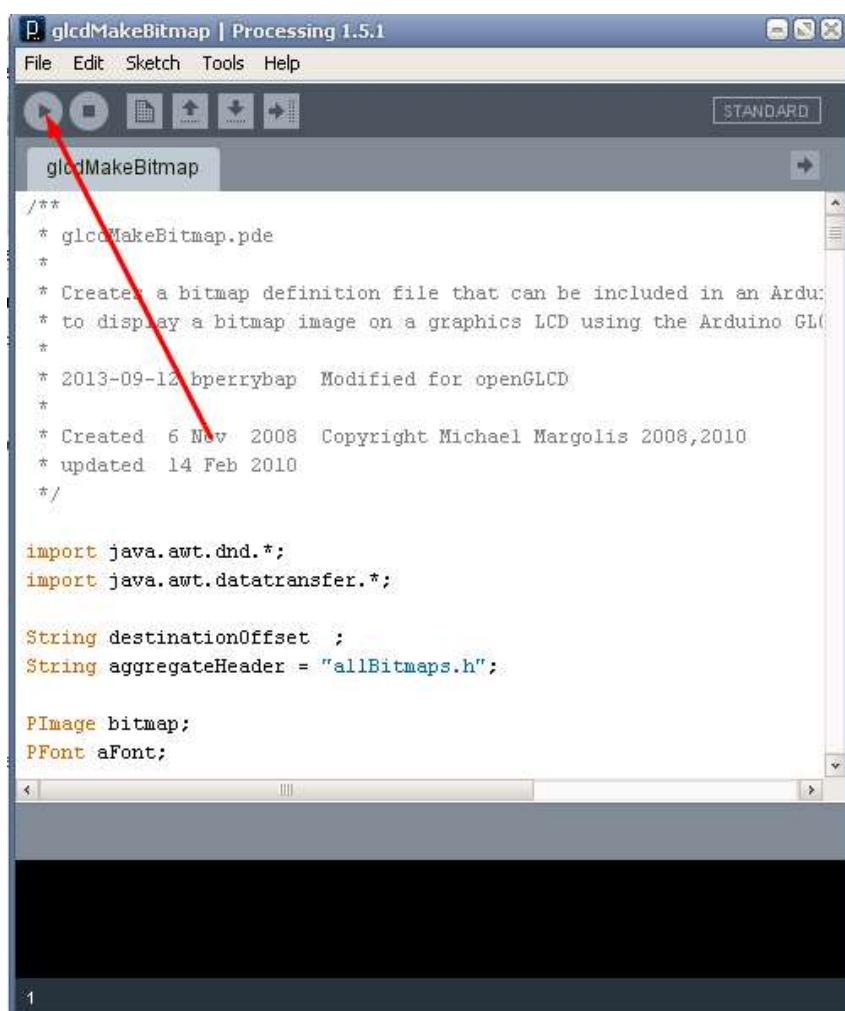

Рис. 6.1. Запуск программы *glcdMakeBitmap*
2. Далее нам потребуется приложение processing-1.5.1, с помощью которого запустим файл библиотеки openGLCD, файл находится ао адресу ... \Mou документы\Arduino\libraries\openGLCD\bitmaps\utils\glcdMakeBitmap (рис. 6.1).
После нажатия на иконку «play» (рис. 6.1) после запуска появится окно программы *glcdMakeBitmap*, рис. 6.2.